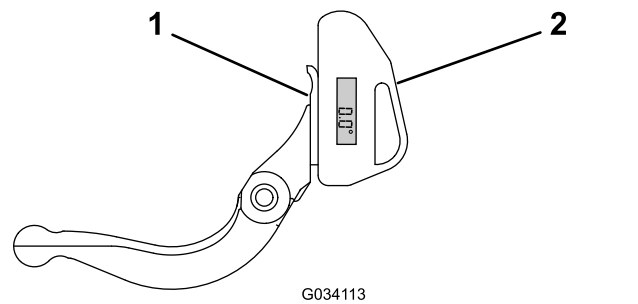

Bild 23
1. Positionieren Sie den Neigungsmesser an der Unterseite des Untermessers, wie in Bild 23 abgebildet.